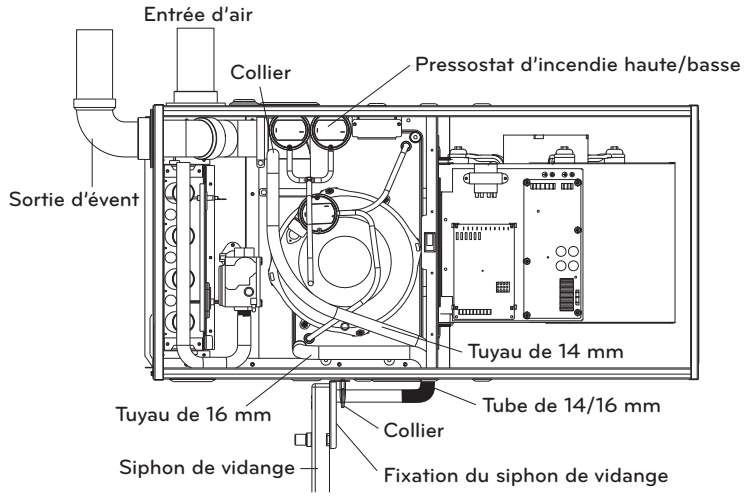
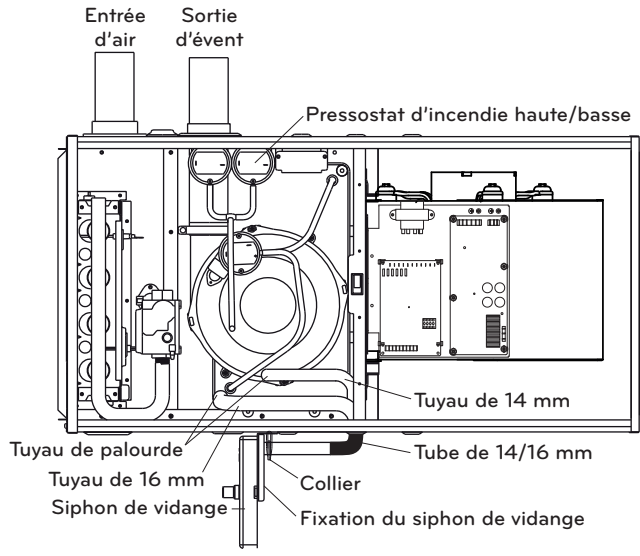
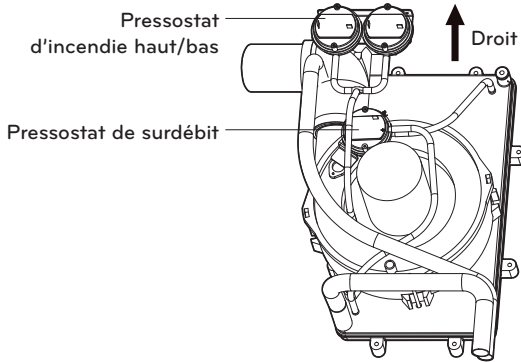

Fig.6-10 Installation horizontale sur le côté gauche, ventilation par le panneau supérieur
Fig.6-11 Installation horizontale sur le côté gauche, ventilation par le panneau latéral
Fig.6-12 Position du pressostat
Pour une installation horizontale à gauche (évacuation d'air vers la gauche), les tuyaux du pressostat de trop-plein de condensat doivent être réorientés. (voir les figures 6-10 et 6-11)
2. Évacuation de l'air vers la gauche et évacuation par le panneau supérieur du four (voir Fig.6-10 et Fig.6-12)
3. Évacuation de l'air vers la gauche et évacuation par le panneau latéral du four (voir Fig.6-11 et Fig.6-12)
Une connexion incorrecte entraînera l'échec de la protection contre le débordement de condensat. (Voir Fig.6-12)